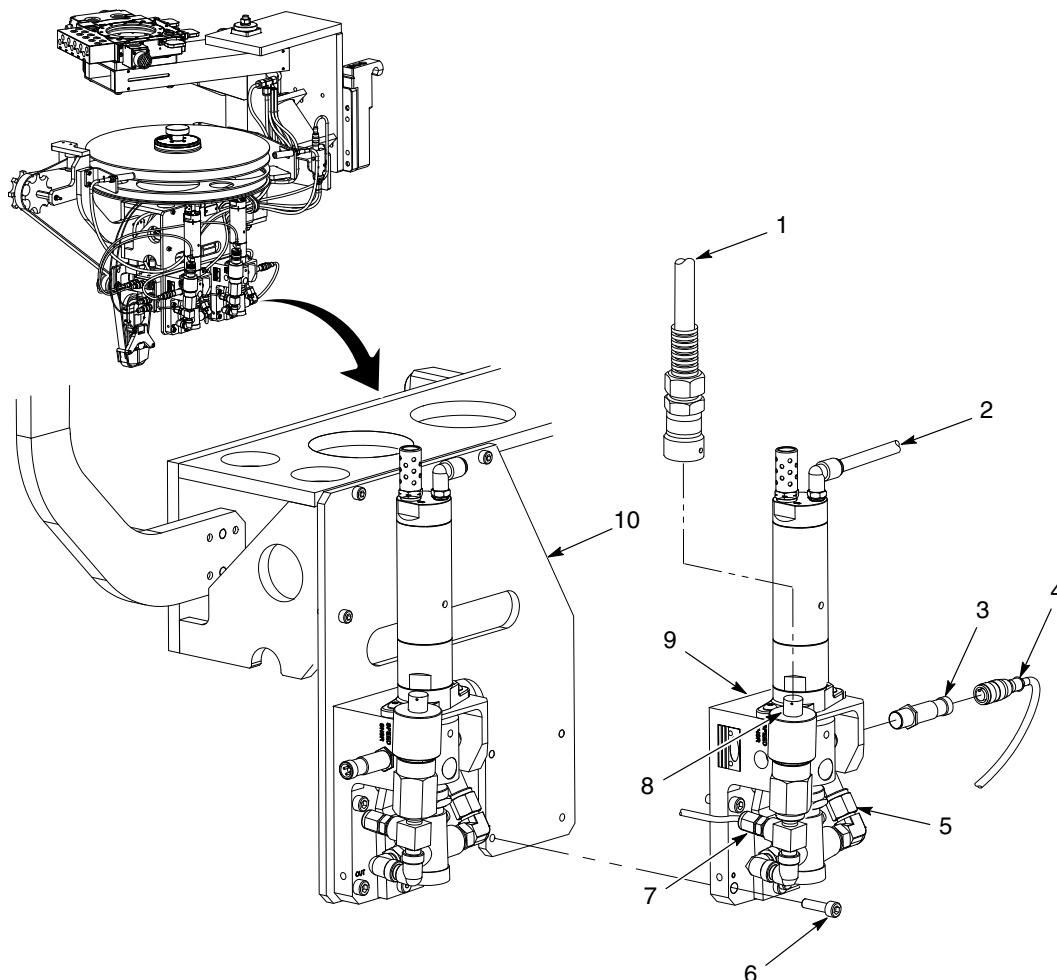
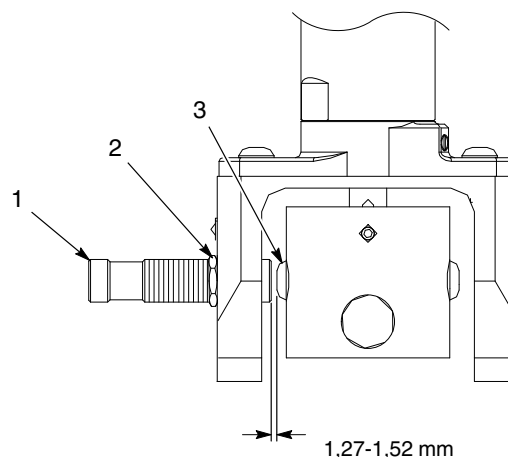

Abb. 3 Pumpe ersetzen (typisch)
Abb. 4 Abstand am Näherungssensor
2. Siehe Abb. 3. Die Luftversorgungsleitung (2) von der Pumpe (9) abnehmen.
3. Stecker (1) vom Druckwandler (8) abnehmen.
4. Stecker (4) vom Geschwindigkeitssensor (3) abnehmen. Geschwindigkeitssensor von der Pumpe (9) abnehmen.
5. Einen geeigneten Abfallbehälter unter die Pumpe (9) stellen.
6. Reibblockleitungs-Anschlussverschraubung (7) von der Pumpe (9) abnehmen.
7. Den Reinigungsflüssigkeits-Zufuhranschluss (5) von der Pumpe (9) abnehmen.
8. Die Schrauben (6) abnehmen, mit denen die Pumpe (9) an der Montageplatte (10) befestigt ist.
1. Siehe Abb. 3. Loctite 242 auf die Gewinde der Schrauben (6) auftragen. Die Pumpe (9) mit den Schrauben an der Montageplatte (10) installieren. Die Schrauben mit 36 in.-lb (4 N•m) anziehen.
2. Den Reinigungsflüssigkeits-Zufuhranschluss (5) an der Pumpe (9) installieren.
3. Siehe Abb. 4. Den Geschwindigkeitssensor (1) an der Pumpe installieren. Sicherstellen, dass der Abstand zwischen der Fläche des Geschwindigkeitssensors und der Halbrundkopfschraube (3) der Spindel 1.27-1.52 mm beträgt. Sicherungsmutter (2) gut anziehen.
4. Siehe Abb. 3. Stecker (4) am Geschwindigkeitssensor (3) installieren.
5. Reibblockleitungs-Anschlussverschraubung (7) an der Pumpe (9) anschließen.
6. Stecker (1) am Druckwandler (8) anschließen.
7. Die Luftversorgungsleitung (2) an der Pumpe (9) anschließen.